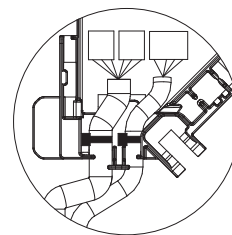

Fig. 10-15
- Asigurați-vă că banda de fixare a cablurilor de racordare ale senzorului i-See și receptorului de semnal este poziționată în interiorul cutiei de distribuție. (Fig. 10-15)